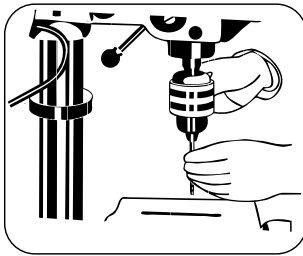

FIGURA 7.18
- Certifique-se de que a broca está centralizada no mandril antes de apertá-lo com o uso da chave do mandril (Figura 7.18).